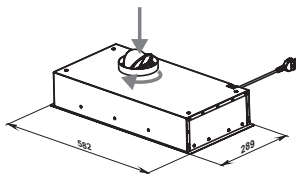

Рис. 1
1. Вставьте адаптер воздуховода. Поворачивая его по часовой стрелки до полной фиксации. (Рис. 1)